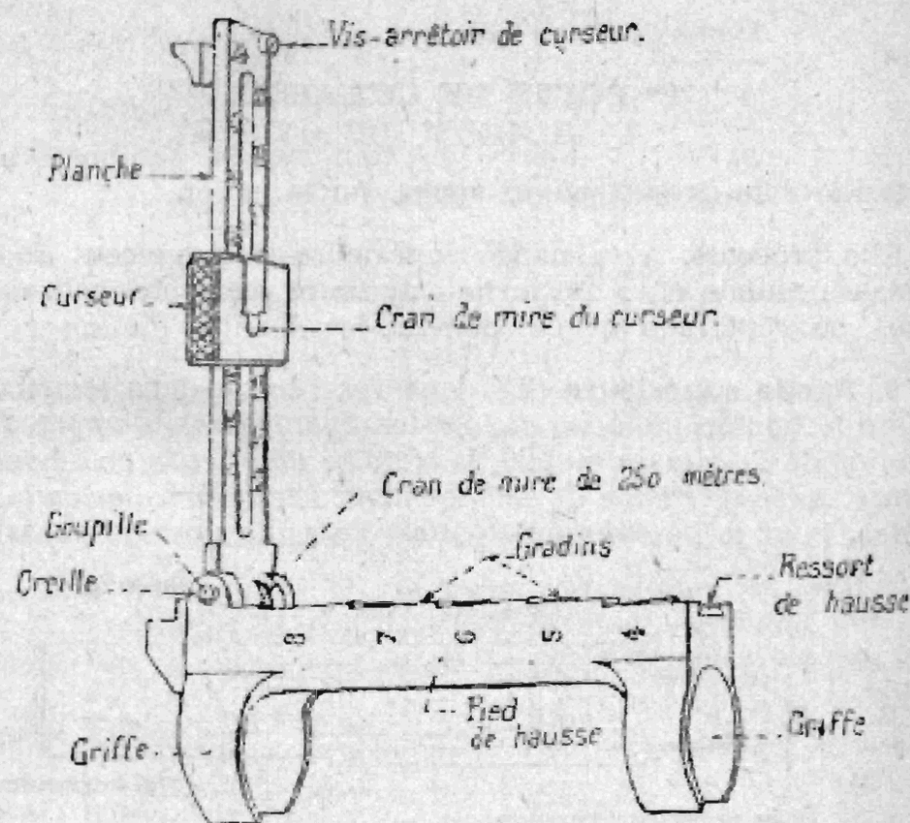

Fig. 3. — Hausse.
6. La hausse (fig. 3) comprend huit pièces :